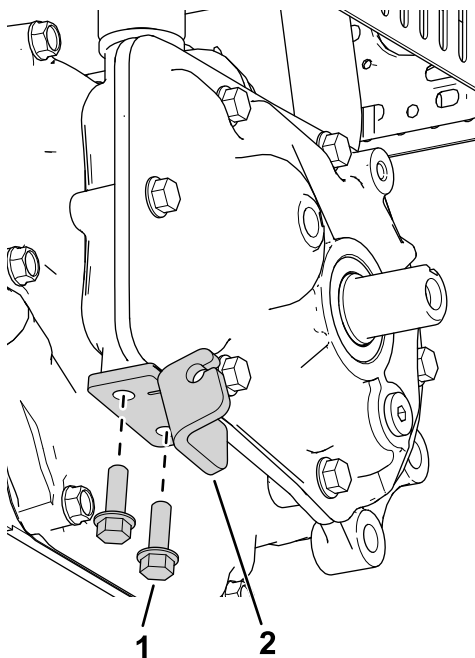

Bild 1
1. Montieren Sie die Kupplungsplatte mit zwei Schraube ($\frac{1}{4}$ " x $\frac{3}{4}$ "), wie in Bild 1 dargestellt.